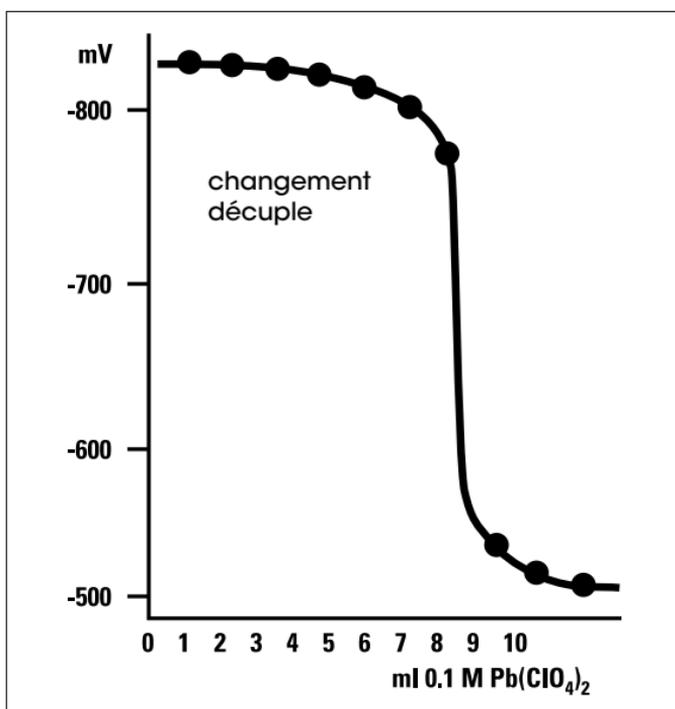

Figure 5 – Titration précise de 25 mL de 0,03 mol/L d'échantillon de sulfure (avant dilution) avec 0,01 mol/L de $Pb(ClO_4)_2$
2. Modifiez un modèle de titrage 'EQP' disponible sur le titreur Tx Excellence ou G20 Compact et réalisez un titrage au point d'équivalence (EQP). Le point d'équivalence correspond au point de la plus grande pente (point d'inflexion) de la courbe de titrage. Voir **Figure 5**.